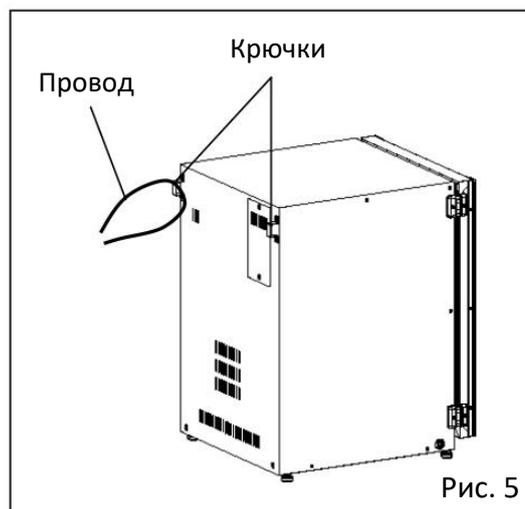

Рис. 5
**Примечание:** К задней верхней части инкубатора прикреплены два крючка. При установке двух инкубаторов один на другой прикрепите верхний инкубатор к стене с помощью этих крючков и провода или цепи (Рис. 5).
6. Снимите крышку вентилятора. (Рис. 5).